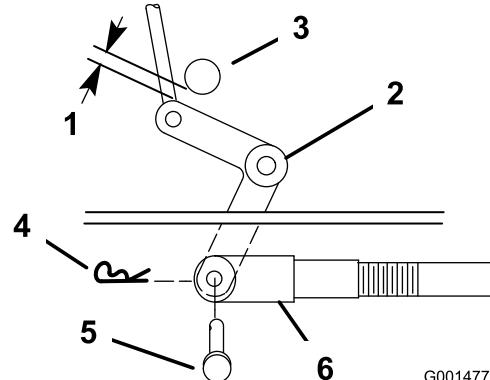
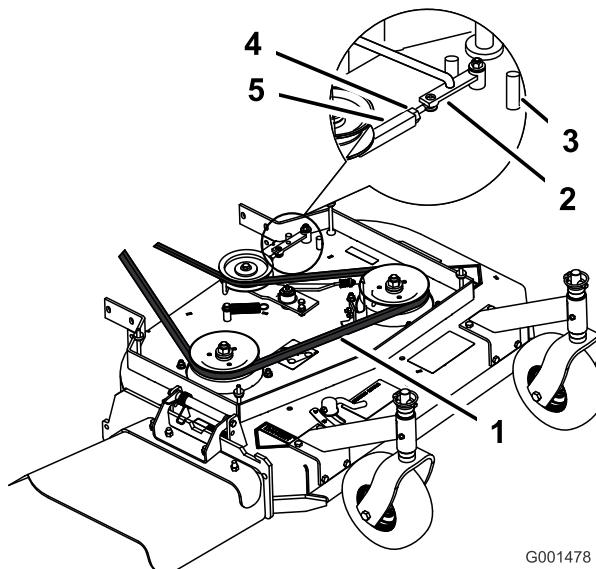
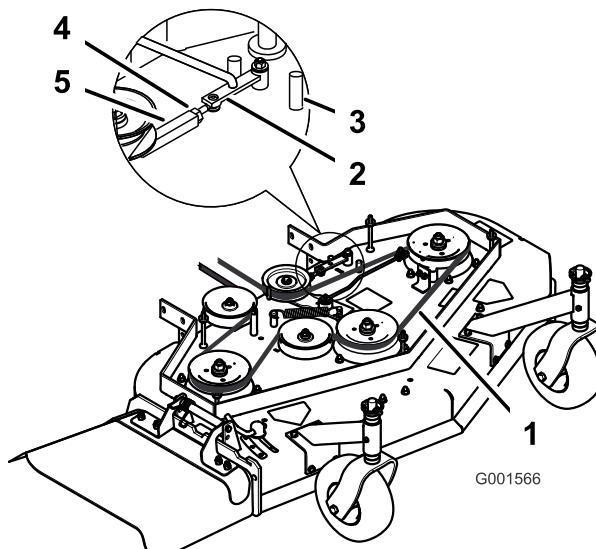

Figure 41
Figure 42
Figure 43
- Vérifiez l'écartement entre l'axe coudé et l'arbre de sortie de transmission (Figure 41).
- Tournez la chape dans le sens horaire sur la tige pour accroître l'écartement, et dans le sens antihoraire pour le réduire (Figure 41).
**Remarque:** Si le bras d'assistance ne touche pas la butée avant du tablier de coupe (Figure 42 ou Figure 43), réglez la chape de sorte à rapprocher le levier coulé de l'arbre de sortie de transmission (Figure 41).